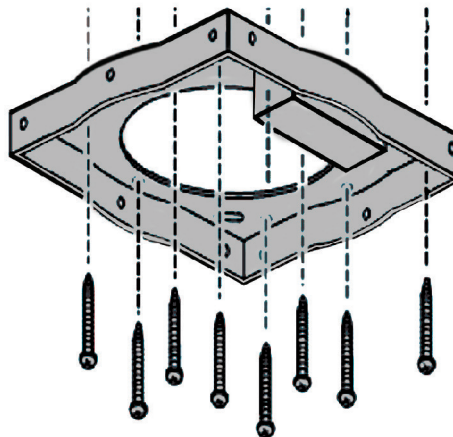

Figure 1
- En ligne avec le panneau de support, percez 8 trous dans le plafond. Voir figure 1.
- En utilisant les vis appropriées, attachez le panneau de suspension au plafond. Voir figure 1.